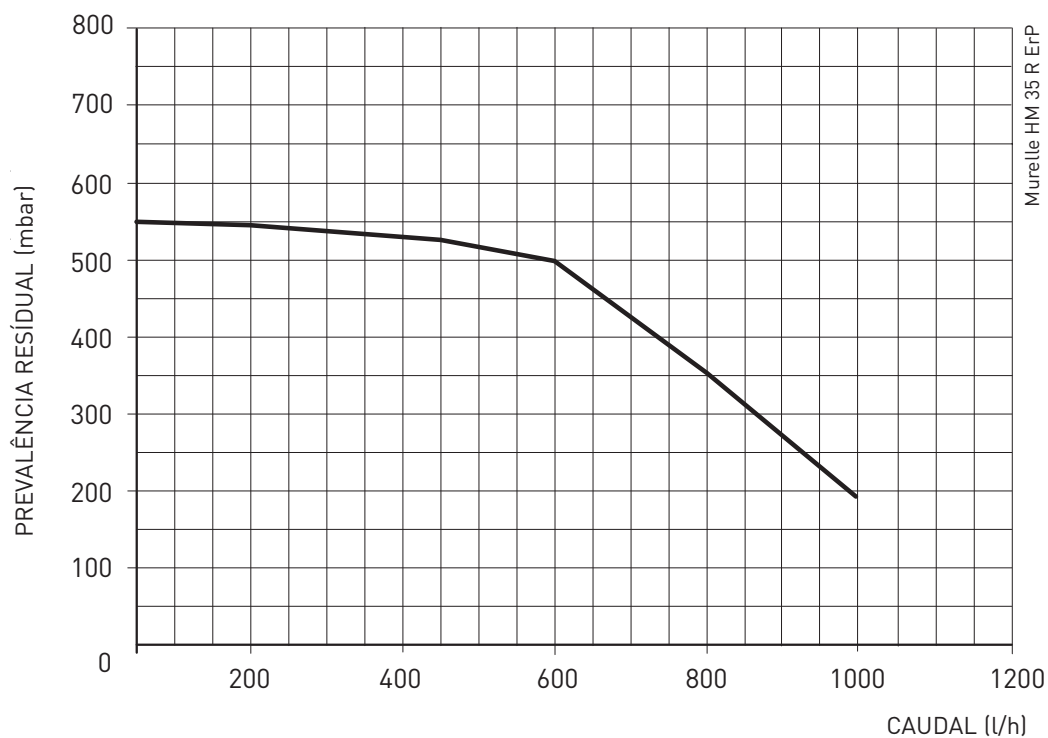

Fig. 14
3.8 PREVALÊNCIA DISPONÍVEL (fig. 14)
A prevalência residual para o circuito de aquecimento está representada, em função do caudal, no gráfico da fig. 14.